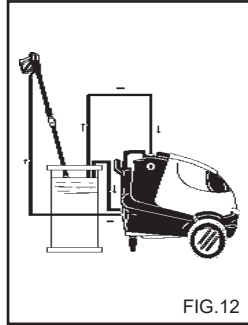

FIG.12
**OPERAÇÕES PARA A UTILIZAÇÃO DE PRODUTO ANTICONGELAMENTO (fig. 12)**